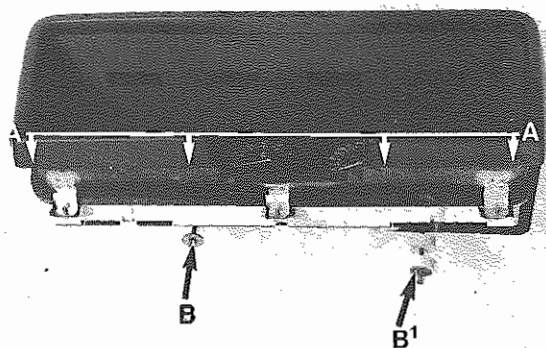
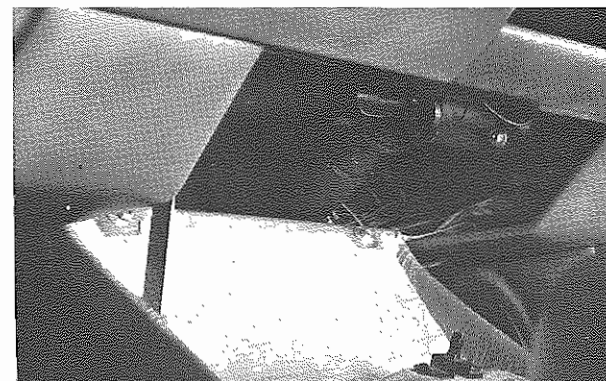

Fig. 2 - A - Viti fissaggio posteriore
Fig. 3 - Sportello
- Il quadro strumenti è fissato posteriormente con 4 viti (**Fig. 1-2**) ed anteriormente con due prigionieri (**Fig. 2**). Per accedere al prigioniero sinistro è necessario aprire lo sportello situato sotto il piantone (**Fig. 3**) per il destro occorre invece passare a lato del fianchetto tunnel sinistro (**Fig. 4**).
AVVERTENZA - Sul prigioniero destro sono inserite due rondelle in gommasugna (**Fig. 2**), che chiudono i fori di passaggio del prigioniero praticati sulla canalizzazione aria al parabrezza.
- The instrument panel is fixed on the back with 4 screws (**Figs. 1-2**) and in the front with two studs (**Fig. 2**). To gain access to the L/H stud it is necessary to open the lid located under the column (**Fig. 3**) for the R/H one the access is possible through the valance panel of the left tunnel (**Fig. 4**).
NOTE - On the R/H stud are inserted two sponge rubber washers (**Fig. 2**) that close the studs holes made on the air duct to the windshield.